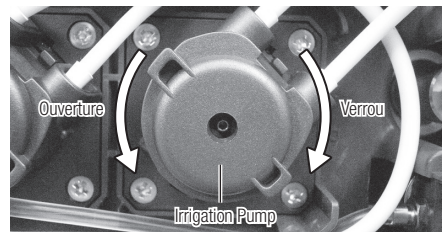

Fig. 37
- 5) Faites tourner la pompe d'irrigation dans le sens inverse des aiguilles d'une montre jusqu'à ce que vous entendiez un clic et sortez-la (Fig. 37).
- 7) Alignez la pompe d'irrigation de remplacement avec l'arbre de commande. Tournez ensuite dans le sens des aiguilles d'une montre jusqu'à ce que vous entendiez un clic (Fig. 37).